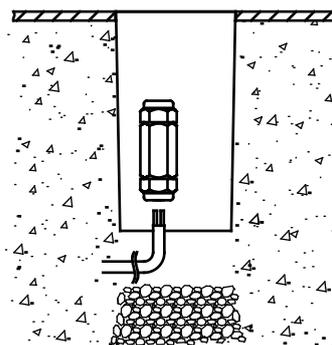

Fig 2.2
- 2.2 Connettere i cavi principali di alimentazione alla scatola di giunzione waterproof. (Fig 2.2)